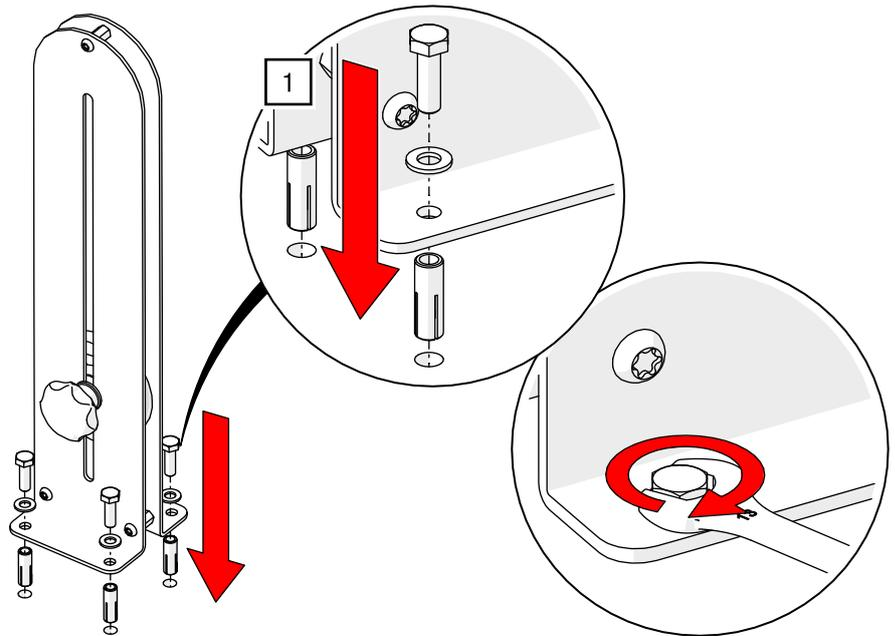

Abb. 127: Manueller Antrieb ROPE-DRIVE – Hanfseil-Gegenspannrolle montieren
1. Verschrauben Sie die Gegenspannrolle an die Position genau vertikal unterhalb des Seilabgangs der Schiene am Boden mit dem Untergrund entsprechendem Montagematerial (Montage entsprechend Herstellerangaben; Beispiel Beton / Estrich – siehe Abb. 127).